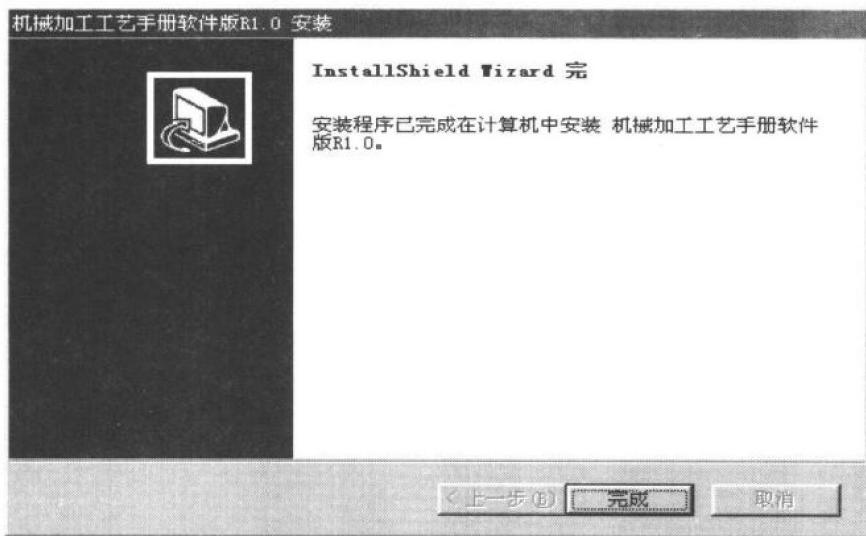

图 1.10 结束安装界面
9) 最后, 屏幕上出现安装程序的结束界面(图 1.10), 单击“完成”按钮, 安装程序将完成整个安装过程, 结束安装。